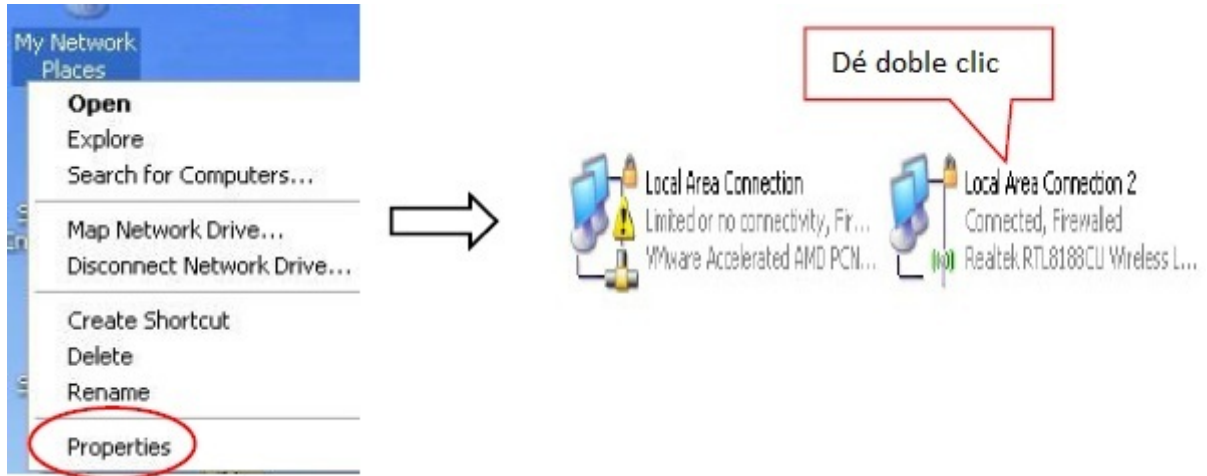

Figura 8
(1) Obtener el modo de seguridad y tipo de cifrado de acuerdo con la información de la red correspondiente dada por el administrador de la red.
(2) Encontrarla entrando al ruteador del punto de acceso con la cuenta del administrador.
(3) Encontrarla a través del sistema operativo Windows y los pasos que se muestran a continuación (se toma WIN XP como ejemplo).
① Haga click derecho en “My Network Places”, haga click en “Properties”, Haga doble click en “Local Area Connection 2” (como se muestra en la Figura 8).